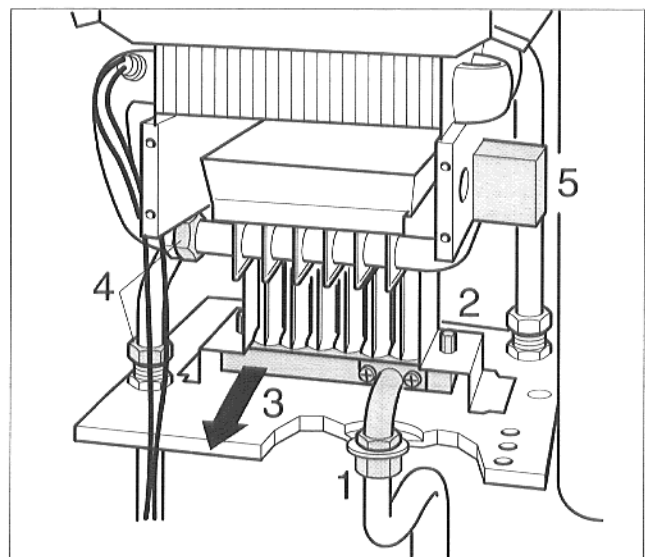

Abb. 30 Düsenplatte entfernen
- Verschraubung zur Gasleitung unterhalb der Bodenplatte lösen (Abb. 30, Pos. 1).
- Schrauben links und rechts abschrauben (Abb. 30, Pos. 2) und Düsenplatte (Abb. 30, Pos. 3) entnehmen.
- Schutzkappen der Glühzünd- und Ionisationselektrode entfernen (Abb. 30, Pos. 5).
- Wasserseitige Verschraubungen des Brenners lösen (Abb. 30, Pos. 4).